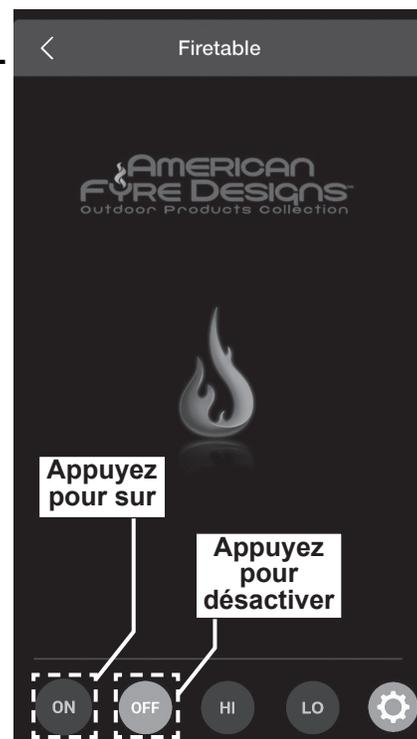

Fig. 48-1 Opération à distance:
1. Localisez le panneau de commande sur le côté de l'appareil (reportez-vous à la LISTE DES PIÈCES D'IDENTIFICATION si nécessaire), et identifiez les boutons **AUX CONTROL** et **POWER** (voir Fig. 48-1).
3. Depuis l'application, accédez à l'écran Appareils et sélectionnez votre appareil. L'écran à distance apparaîtra. Voir Fig. 48-1.
4. Appuyez sur l'icône **ON** située en bas à gauche de l'écran de votre télécommande (voir Fig. 48-1).
La hauteur de la flamme peut être ajustée via l'application à distance. Appuyez sur le bouton **H (élevé)** pour augmenter la hauteur de la flamme. Appuyez sur le bouton **L (bas)** pour diminuer la hauteur de la flamme. Voir Fig. 48-1. (Réglage LO disponible après 60 secondes.)
Pour éteindre le graveur (le système restera allumé), appuyez sur l'icône **OFF** située en bas à gauche de l'écran de votre télécommande. L'écran n'affichera plus la flamme centrale orange et les étincelles en mouvement. Voir Fig. 48-1. Le voyant du bouton **AUX CONTROL** s'éteindra également.
Pour éteindre le brûleur et le système (arrêt total), ou si l'allumage à distance n'est pas disponible, appuyez sur le bouton **POWER** du panneau de commande. Voir Fig. 48-1. Les voyants des boutons **POWER** et **AUX CONTROL** s'éteignent. (Éteignez complètement lorsque vous couvrez ou lorsque vous ne l'utilisez pas.)